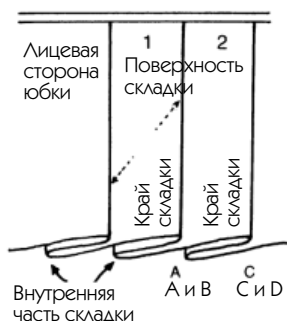

Рис. 464
1. На изнаночной стороне ткани сложите каждую складку по линии, которая обозначает внутреннюю часть (см. рис. 467 и рис. 464 и 465).